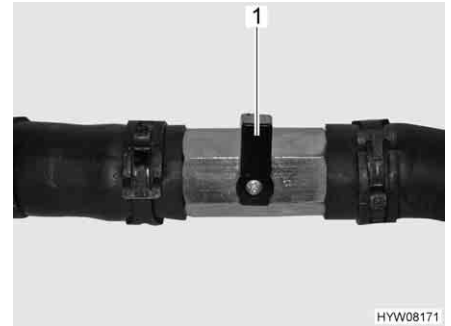

Bild 199 Absperrhahn geschlossen
- Den Hebel (Bild 199,1) quer zur Rohrleitung stellen.